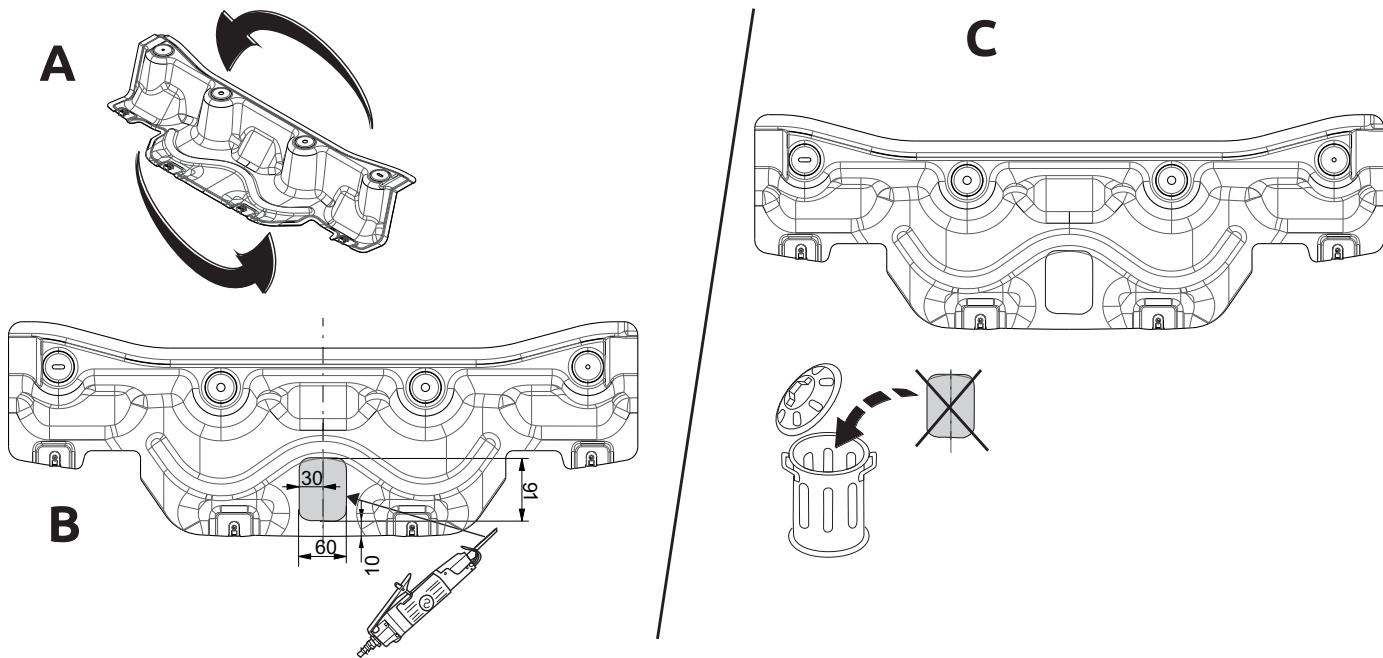

Fig. 2
- Внимание! При необходимости:** Выпилить часть из закрывающей пластины, как указано на рис. 2.